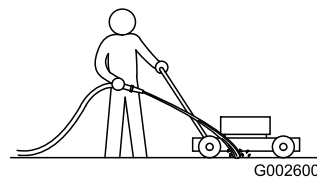

Рисунок 18
3. При работающем двигателе и включенном ноже направьте струю воды перед **правым** задним колесом (**Рисунок 18**).